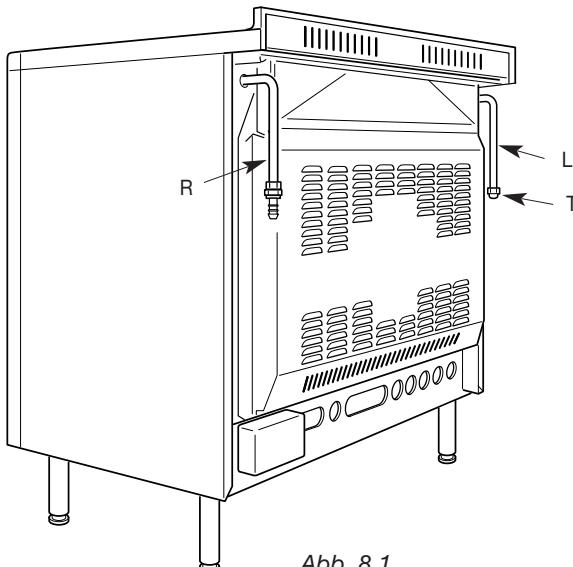

Abb. 8.1
- Die Gaszufuhr wird an der Rückseite des Herds (Abb. 8.1) an das R- oder L-Endstück des Gasschlauchs angeschlossen; der Anschluss schlauch darf die Rückwand des Geräts nicht überkreuzen.